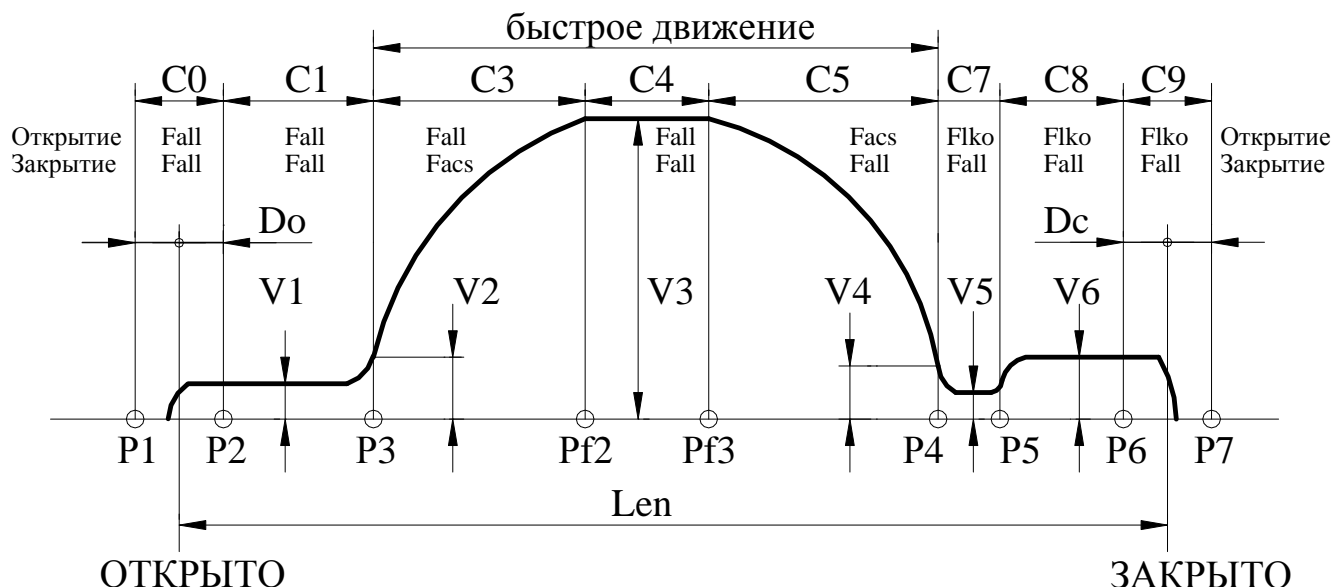

Рис.4. Траектория движения.
- **C.Err** – участок движения (**рис.4**), на котором произошла ошибка при наличии синхронизации, $C_err=11$ при отсутствии синхронизации.
- **E0L** – переезд зоны полного открытия (**C0**, **рис.4**) или полного закрытия (**C9**, **рис.4**). *Синхронизация* в этом случае выключается. Ошибка сбрасывается при смене кода направления движения. При повторном неоднократном возникновении данной ошибки нужно провести **измерение проема**, если затем эта ошибка все равно будет возникать, необходимо проверить механику привода.
3.6.1. Рис.4, на котором показана траектория движения, отслеживаемая БУАД, поясняет назначение многих параметров, рассмотренных ниже. На рис.4 отображено также распределение сил на участках траектории отдельно при открытии и при закрытии (при переходе в режим удержания устанавливается соответствующая сила удержания).
- Если Var_sl=1, то точка препятствия запоминается и происходит замедление скорости движения при подходе к точке препятствия до Vbar. При отсутствии препятствия в том же месте, дальнейшее движение происходит по кривой, указанной на **рис.4**.
3.6.5.14. **Номер D** – C_vko (мм) – дополнительное смещение точки **P2** (**рис.4**) для расширения диапазона удержания сигнала ВКО.
3.6.5.15. **Номер E** – C_vkz (мм) – дополнительное смещение точки **P6** (**рис.4**) для расширения диапазона удержания сигнала ВКЗ.